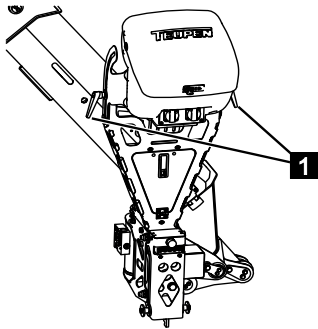

Fig. 225
2. Desserrer le levier de fixation (Fig.225/1).